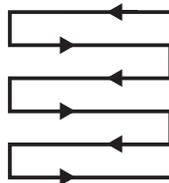

Fig.24
- > Les lignes doivent se recouper légèrement. La méthode la plus efficace consiste à suivre des lignes parallèles dont chacune recoupe légèrement la précédente. Cela permet d'assurer que le travail est homogène et qu'aucune partie de la pelouse n'est oubliée. (Fig.24).